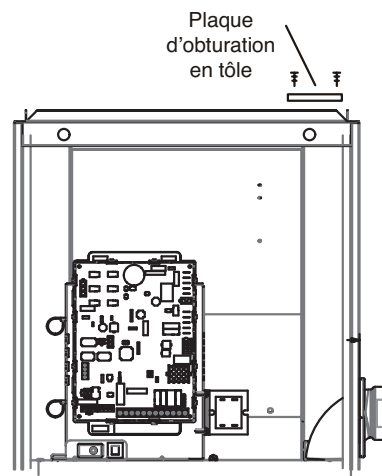

FIGURE 21
- 8 - Réutilisez la plaque de raccordement pour couvrir le trou dans le capuchon supérieur. Reportez-vous à la FIGURE 21. Retirez les 2 vis qui fixent le capuchon supérieur sur l'appareil sur le côté droit et réinstallez-les en fixant le bord droit de la plaque de raccordement et le côté droit du capuchon supérieur sur l'appareil. Utilisez 2 vis à tôle auto-taraudeuses (fournies) pour terminer de fixer le bord gauche de la plaque de raccordement sur le côté gauche.